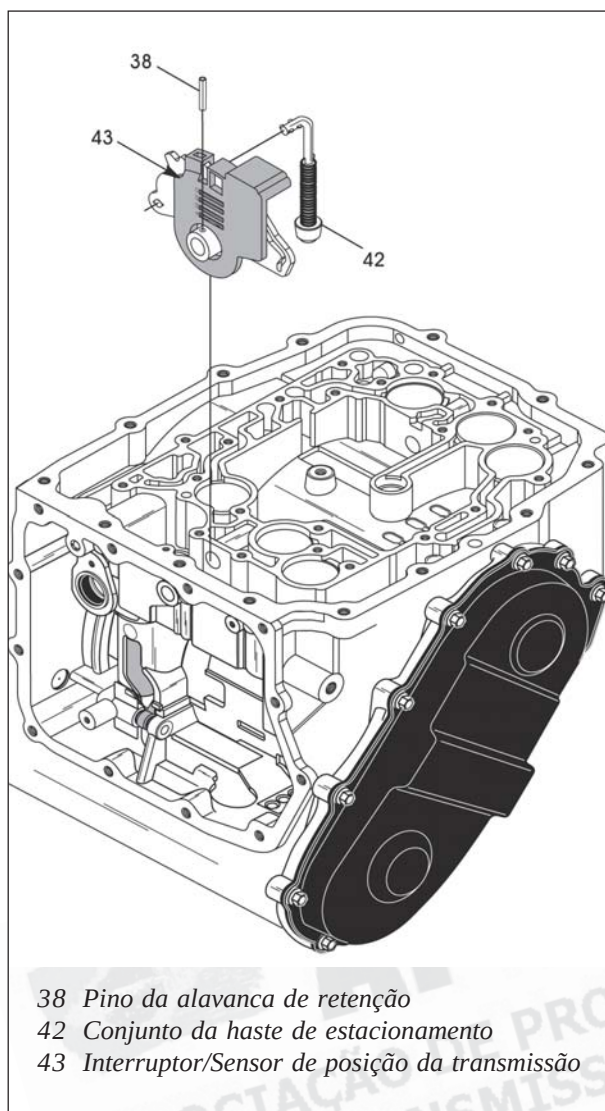

Figura 58
33. Remova o sensor de posição da transmissão (TRS) e a alavanca de retenção interna, conforme mostra a figura 58.
34. Separe a haste de estacionamento da alavanca de retenção interna, de acordo com a mesma figura 58.